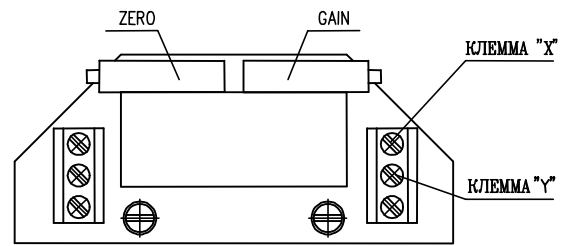

Рис.6
ЭП на заводе изготовителя настроен на ход, который отвечает 6-ому степени по табличке Но.3. или на ход, соответствующий спецификации заказчика. При установке, настройке и перестановке выключателей положения поступайте следующим образом (Рис. 6,7):
Если ЭП при электрическом переводе во время хода выключит в промежуточном положении перед достижением положения «открыто» от микровыключателя положения S3 (Рис.6), отверткой введенной в установочный винт(29) оттесните его и поворачивайте в направлении стрелки до того времени, пока соответствующий кулачок не выключит микровыключатель S3. Выберите отвертку из установочного винта (смотри Примечание 1) и продолжайте в перестановке ЭП в положение «открыто».
Если ЭП при электрическом переводе во время хода выключит в промежуточном положении перед достижением положения «закрыто» от микровыключателя положения S4 (Рис.6), отверткой введенной в установочный винт (28) оттесните его и поворачивайте в направлении стрелки до того времени, пока соответствующий кулачок включит микровыключатель S4. Выберите отвертку из установочного винта(смотри Примечание 1) и продолжайте в переводе ЭП в положение «закрыто».
### 4.6.2 EPV - 3-проводниковое включение (рис.6, 6а)
- Установте омический датчик на основании инструкций в предыдущей главе так, что омическую величину измеряйте на клеммах X-Y или 0%-100% (рис.6,6а) (употреблен датчик с сопротивлением 2000Ω или 100Ω).
Рис.6а